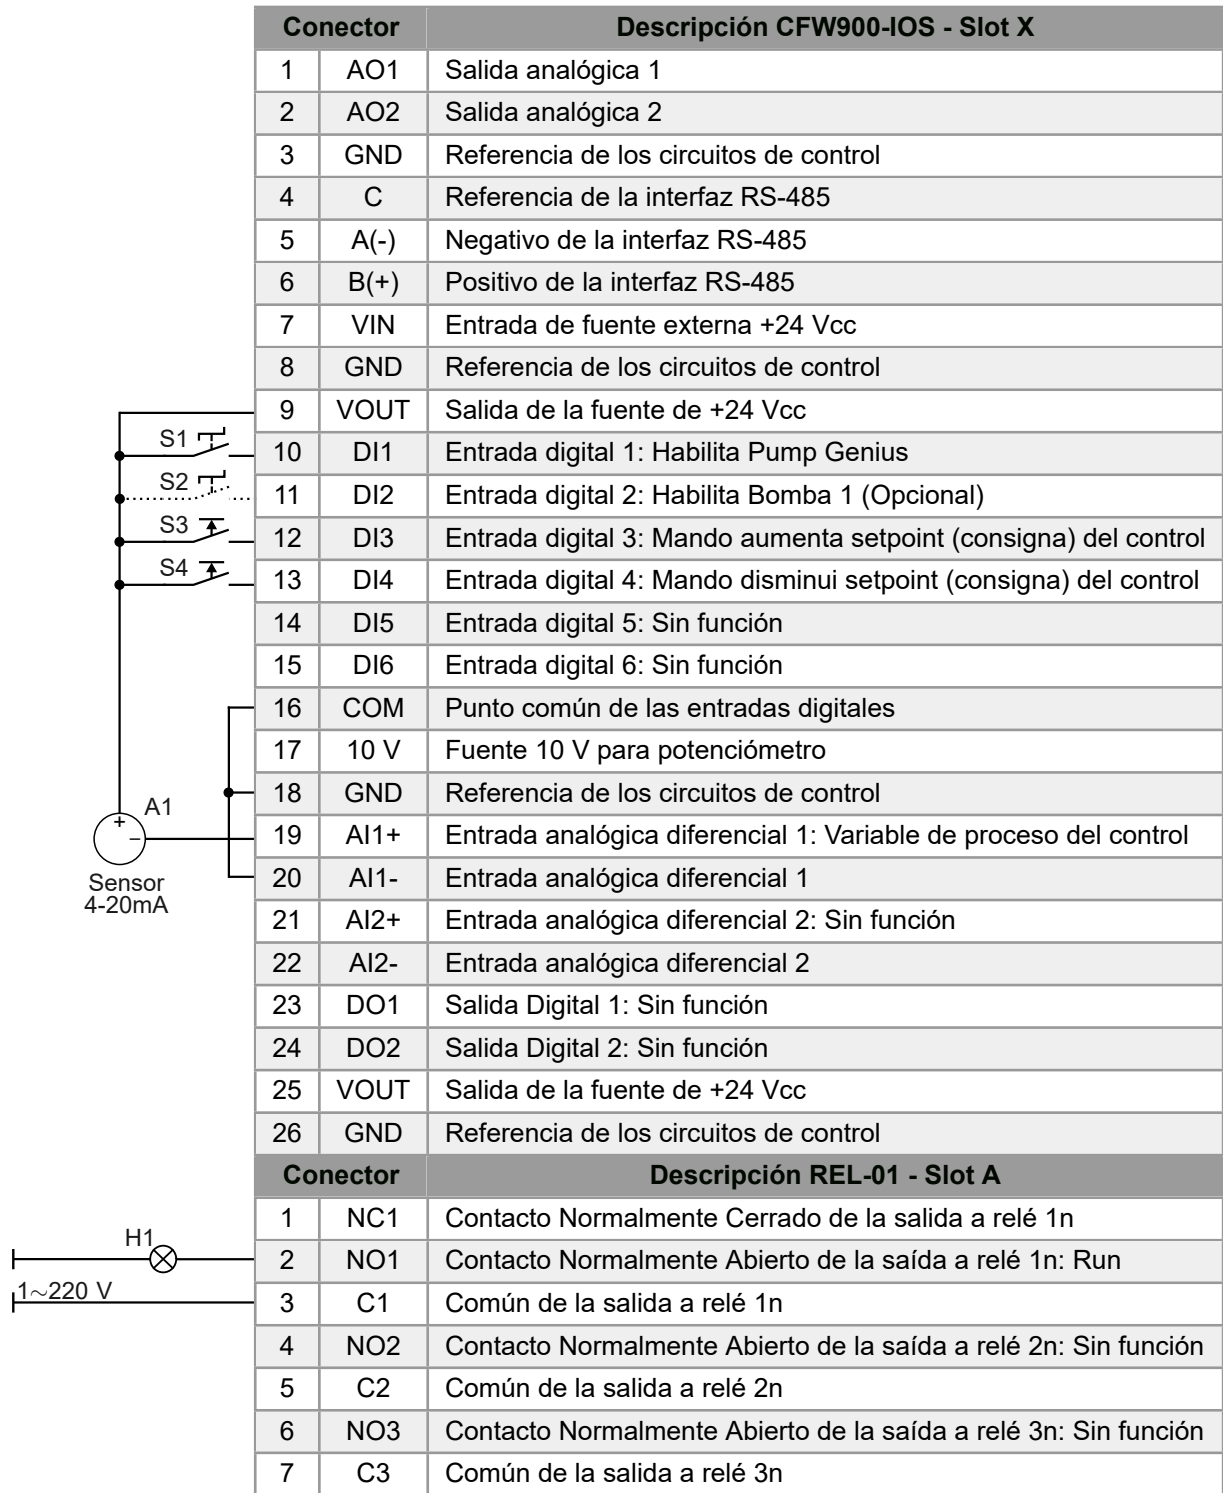

Figura 3.6: Señales en los conectores de los módulos IO para setpoint (consigna) del control vía potenciómetro electrónico (PE)
La Figura 3.6 en la página 3-7 muestra las conexiones de control (entradas/salidas analógicas, entradas/salidas digitales) que se deben realizar en los conectores de los módulos IO del convertidor de frecuencia CFW900 para tener el setpoint (consigna) del control cambiado vía potenciómetro electrónico (PE).